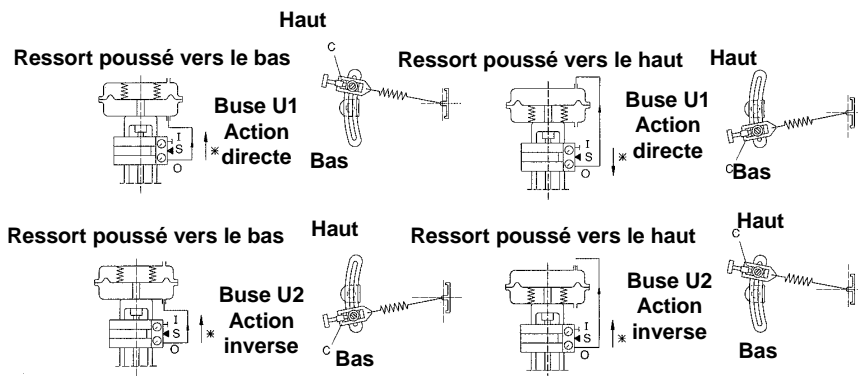

Fig.9
6.1 Action directe ou inverse (Fig.9)
Référer à la Fig.9, mettre le curseur (C) le long de l'arc en fonction des caractéristiques de la vanne et de l'action requise. Noter que le curseur se trouvera près du centre pour une vanne à course longue et plus éloigné du centre pour une vanne à course réduite.